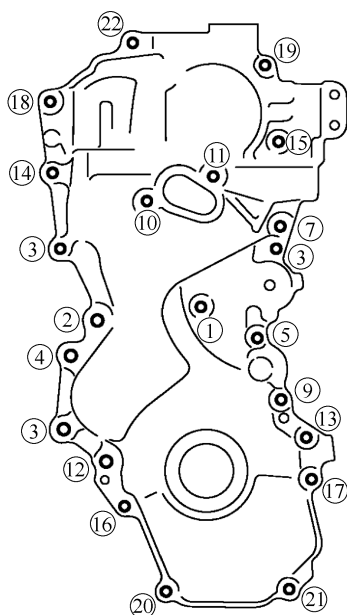

图 3-63 发动机前盖装配螺栓紧固顺序
③ 检查正时链条和各链轮的匹配标记是否仍然对齐。然后安装前盖。
④ 安装前盖和动力转向泵支架，并按图 3-63 中所示的数字顺序拧紧装配螺栓。